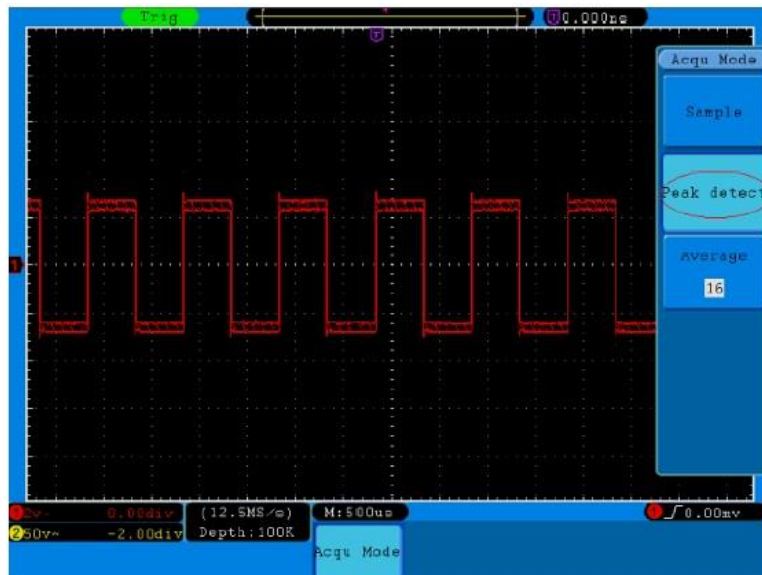

Abb. 81 Signal mit Rauschen
- Enthält das auf dem Bildschirm angezeigte Signal Rauschen können, Sie durch Einschalten der **Peak Detect**-Funktion und Ändern der Zeitbasis das eingehende Signal verlangsamen. Alle Spitzen oder Verzerrungen werden von dieser Funktion erfasst (siehe **Abb. 81**).